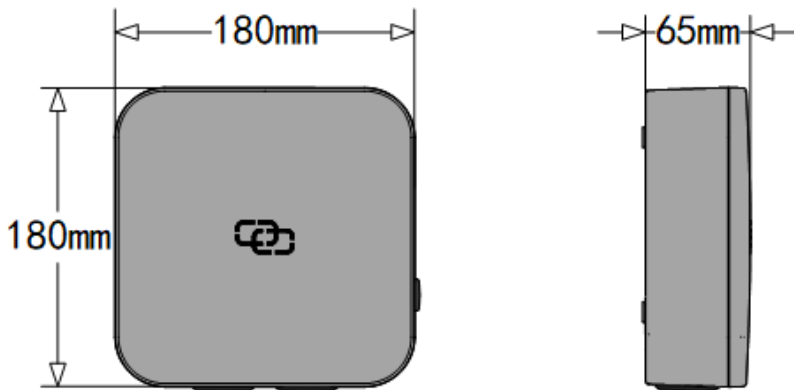

Рис. 4-1 Форма и размеры серии HN10
- The shape & dimensions of AC EV charging station shown as Рис. 4-1.